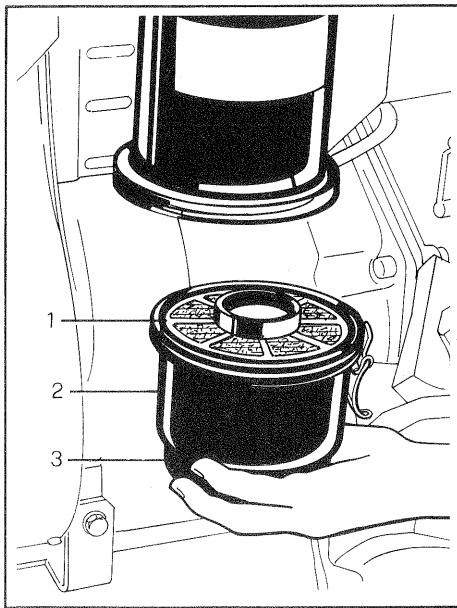

Fig. 15 - Bild 15
Filtro dell'aria: controllare il livello dell'olio ed il deposito della polvere. La verifica del livello olio nel filtro aria deve essere effettuato con motore fermo da almeno 10 minuti. Il livello dell'olio è indicato da una tacca situata sulla vaschetta (vedere la fig. 15) e deve essere sostituito qualora sul fondo, il deposito abbia raggiunto l'altezza di 5 ± 8 mm, oppure quando sia diventato troppo denso.
Changing is needed when dust build-up on the bottom is 5 to 8 mm high or oil is too thick (see fig. 15).
Filtre à air: vérifier le niveau de l'huile et le dépôt de la poussière. La vérification de l'huile dans le filtre à air doit se faire avec moteur arrêté depuis environ 10 minutes. Le niveau de l'huile est indiqué par une encoche de la cuvette. Effectuer la vidange si le dépôt sur le fond est arrivé à 5-8 mm ou si la densité est excessive (voir fig. 15).
Luftfilter: den Ölstand und die Staubablagerung kontrollieren. Die Ölstandkontrolle im Luftfilter muss nach mindestens 10 Minuten stillgelegtem Motor durchgeführt werden. Der Ölstand ist durch eine Raste auf der Wanne angegeben. Der Ölwechsel muss vorgenommen werden, wenn die Ablagerung auf dem Boden die Höhe von 5-8 mm erreicht hat, oder wenn das Öl zu dickflüssig geworden ist (siehe Bild 15).
Filtro dell'aria : lavare l'elemento filtrante (1) con petrolio o con solvente e sostituirlo se le maglie metalliche sono intasate o lesionate. Pulire la vaschetta (2) con petrolio, e riempirla con olio pulito (stesso olio del motore) fino all'apposita tacca (3) (vedere la fig. 15).
Air Filter: flush the filter element (1) in gasoline or solvent. If the filtering screen is clogged or damaged, replace it. Flush pan (2) with gasoline and fill with fresh oil (same oil as for engine) up to notch (3) (see fig. 15).
Filtre à air: laver au pétrole ou au solvant la cartouche (1). En cas de colmatage ou d'usage des mailles, remplacer le filtre. Laver la cuvette (2) au pétrole et la remplir d'huile fraîche (même huile du moteur) jusqu'à l'encoche (3) (voir fig. 15).
Luftfilter: den Filtereinsatz (1) mit Petroleum oder Lösemittel waschen und erneuern, falls das Metallgewebe verstopft oder beschädigt ist. Die Wanne (2) mit Petroleum waschen und mit reinem Öl (gleiches wie beim Motor) bis zur Ölmarke (3) füllen (siehe Bild 15).